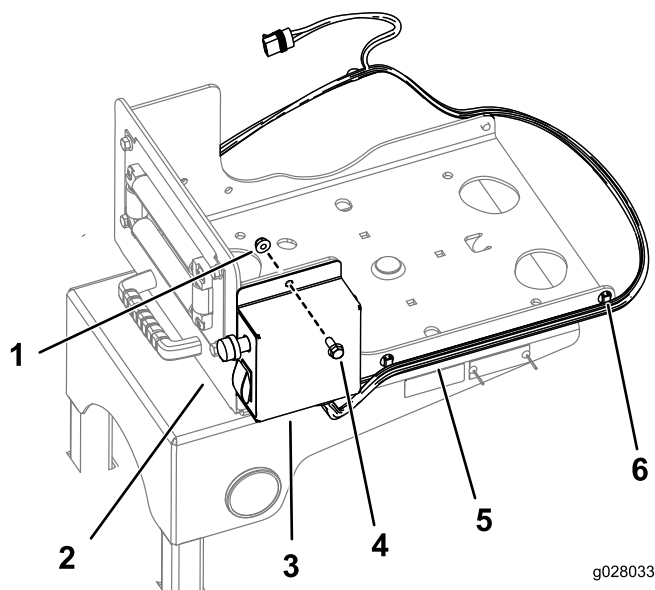

图10
3. 使用 2 个螺栓（5/16~18 x 1/4 英寸，GR5）和 2 个凸缘螺母（5/16~18 英寸）将开关盒安装到转盘上，如图10 中所示。
4. 使用已有夹具将线束固定到转盘的两侧（图10）。